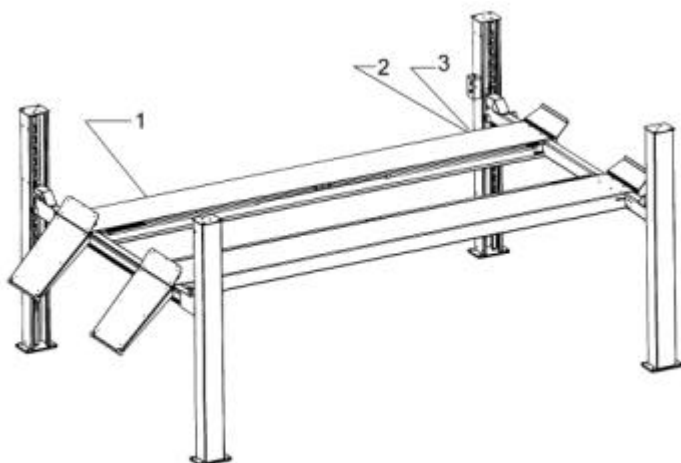

fig 2:
- Ensuite débloquer le contre écrou de sécurité rouge (situé sur le coté du chemin voir fig. 2) puis avec une clé six pans dévisser de un tour la vis